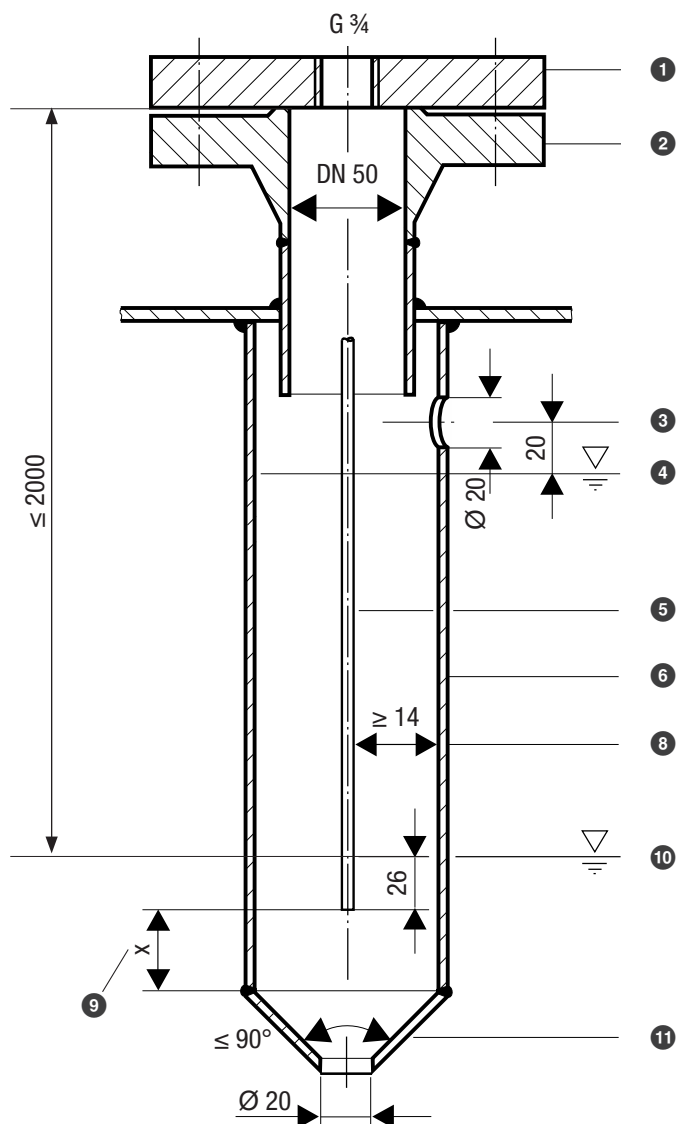
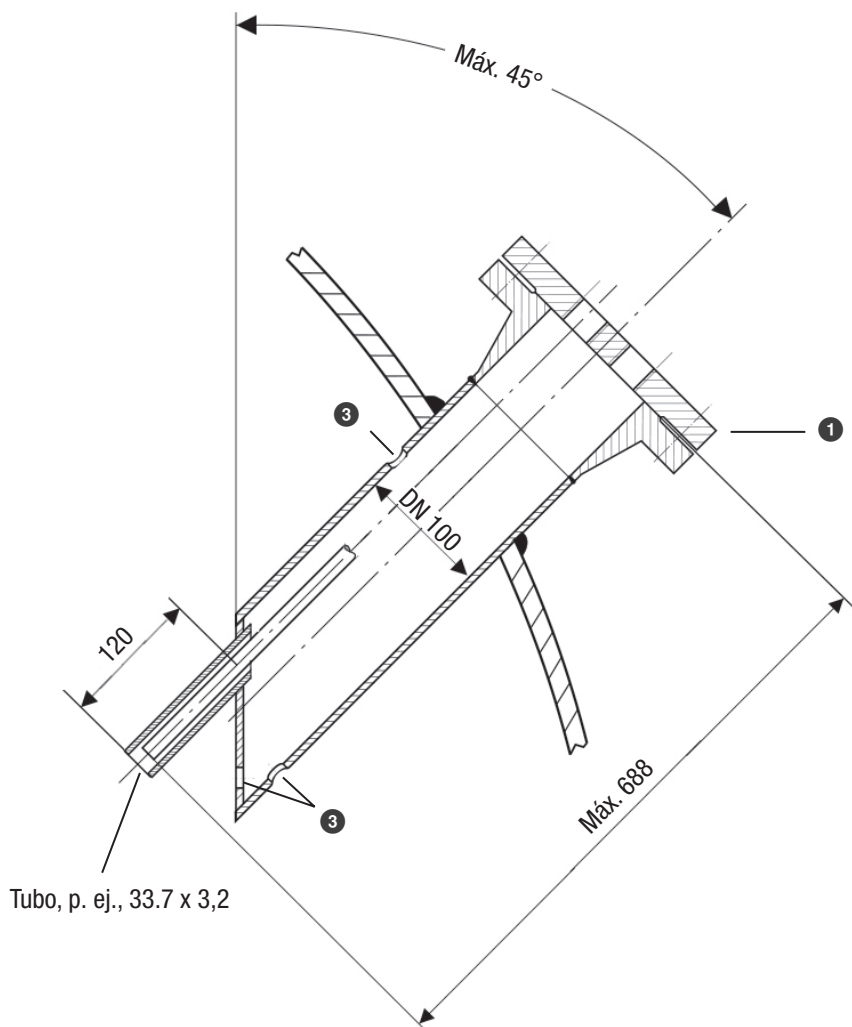

Fig. 12
Fig. 16
- Respete las medidas de distancia mínimas al montar el electrodo de nivel, véanse los ejemplos de montaje Fig. 12 a Fig. 16.
Solo si se usa una brida de dos orificios, el ángulo de inclinación del electrodo de nivel puede ser de 45° y la longitud de la varilla del electrodo está limitada en ese caso a un máximo de 688 mm, véase Fig. 16.
Ejemplos de montaje con especificaciones de medidas, véase Fig. 12, página 30
Leyenda Fig. 12 a Fig. 16
- 1 Fig. 12, 13: Brida (PN 40, DN 50) DIN EN 1092-01 (electrodo individual)